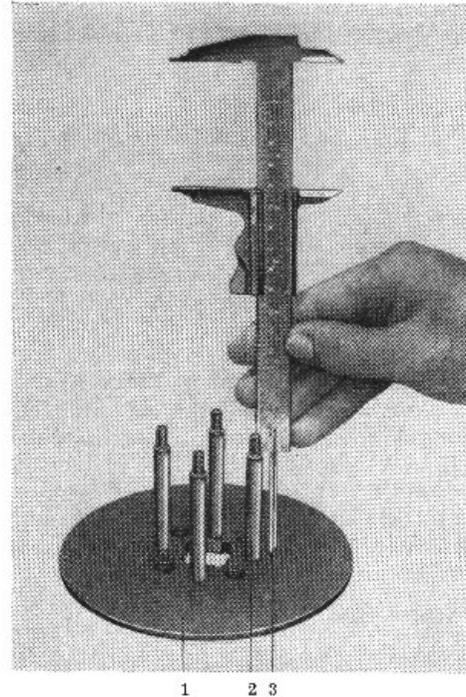

Bild M 101. Maßhaltigkeit der Federbolzen prüfen
9. Beim Einnieten neuer Federbolzen ist vor dem Ein-nieten die Länge der Federbolzen zu prüfen. Das Maß von der Kupplungsscheibe bis zum Gewin-deansatz muß 58 mm betragen (Bild M 101).